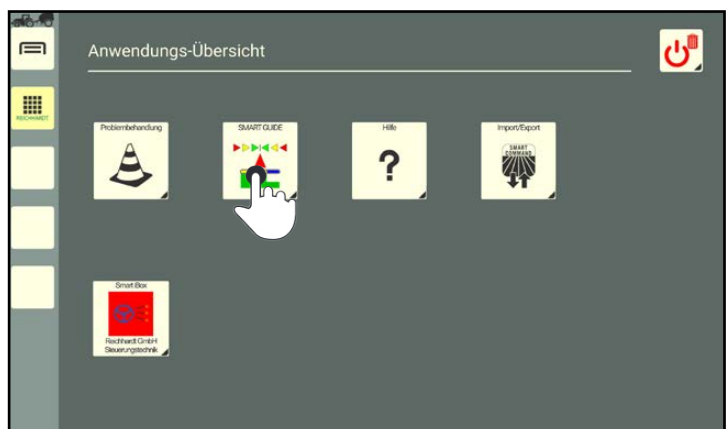

Abb. 62: Anwendung gedrückt halten
2. Halten Sie die entsprechende Anwendung in der Anwendungs-Übersicht gedrückt (siehe Abb. 62).